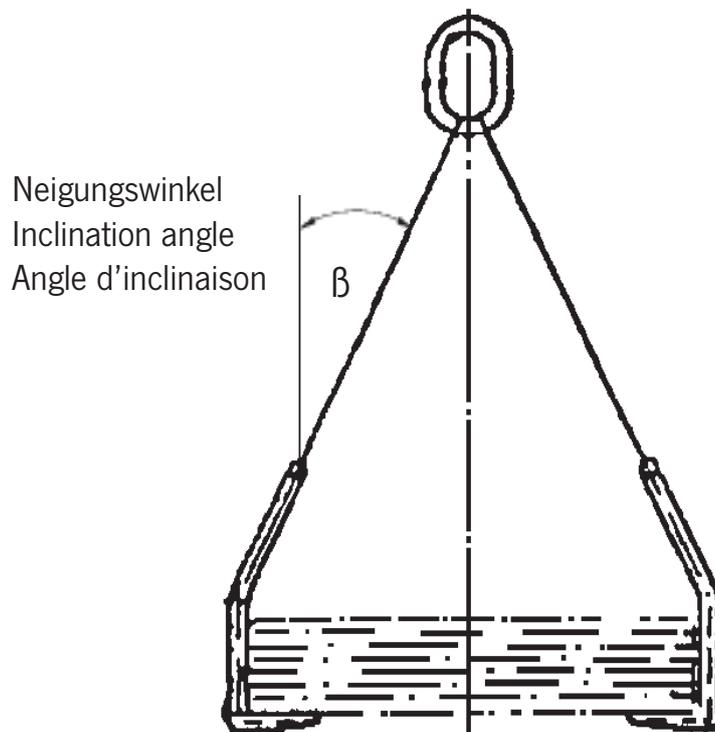

Fig. 2
- La carga que se va a transportar debe ser amarrada de tal forma que el ángulo β de inclinación esté entre 30° y 45° , por ejemplo, está alineado con el cuerpo de los ganchos. (Fig. 2).
- El ángulo β de inclinación de las eslingas de cadena del sistema de elevación no debe ser menor de 30° y no debe ser mayor de 45° (Fig. 2).